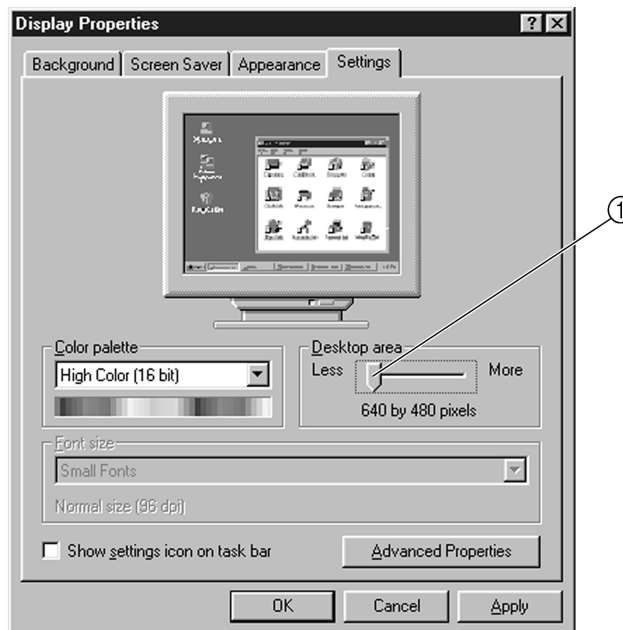
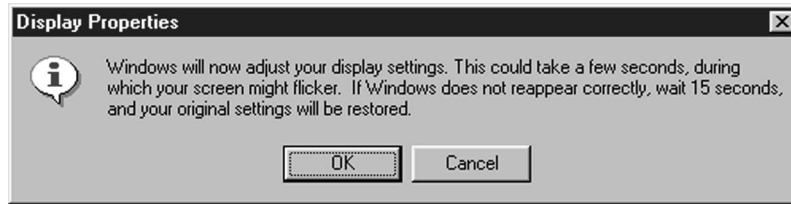

Fig. 74
Fig. 75
3. Select **Settings** and slide the Desktop area slider. (Fig. 74)
3. Sélectionner **Settings** et déplacer le curseur de la Zone d’écran (Fig. 74).
① Curseur
3. Wählen Sie **Settings** und schieben Sie den “Desktop area”-Schieber. (Abb. 74)
① Schieber
3. Seleccione **Settings** y deslice el control deslizante del área de escritorio. (Fig. 74)
① Control deslizante
4. Click the **OK** button in the confirmation window to set the display area. To cancel, click the **Cancel** button. (See figs. 75–76.)
| <p>4. Cliquer sur le bouton OK dans la fenêtre de confirmation pour définir la résolution d’affichage. Pour annuler, cliquer sur le bouton Cancel (voir les figures 75–76).</p> | <p>4. Klicken Sie auf OK im dem Bestätigungs-Fenster, um den Display-Bereich einzurichten. Um abzubrechen, klicken Sie auf Cancel. (Siehe Abbildungen. 75–76.)</p> | <p>4. Haga clic en el botón OK en la ventana de confirmación para confirmar la configuración del área de visualización. Para cancelar, haga clic en el botón Cancel. (Ver figs. 75–76.)</p> |